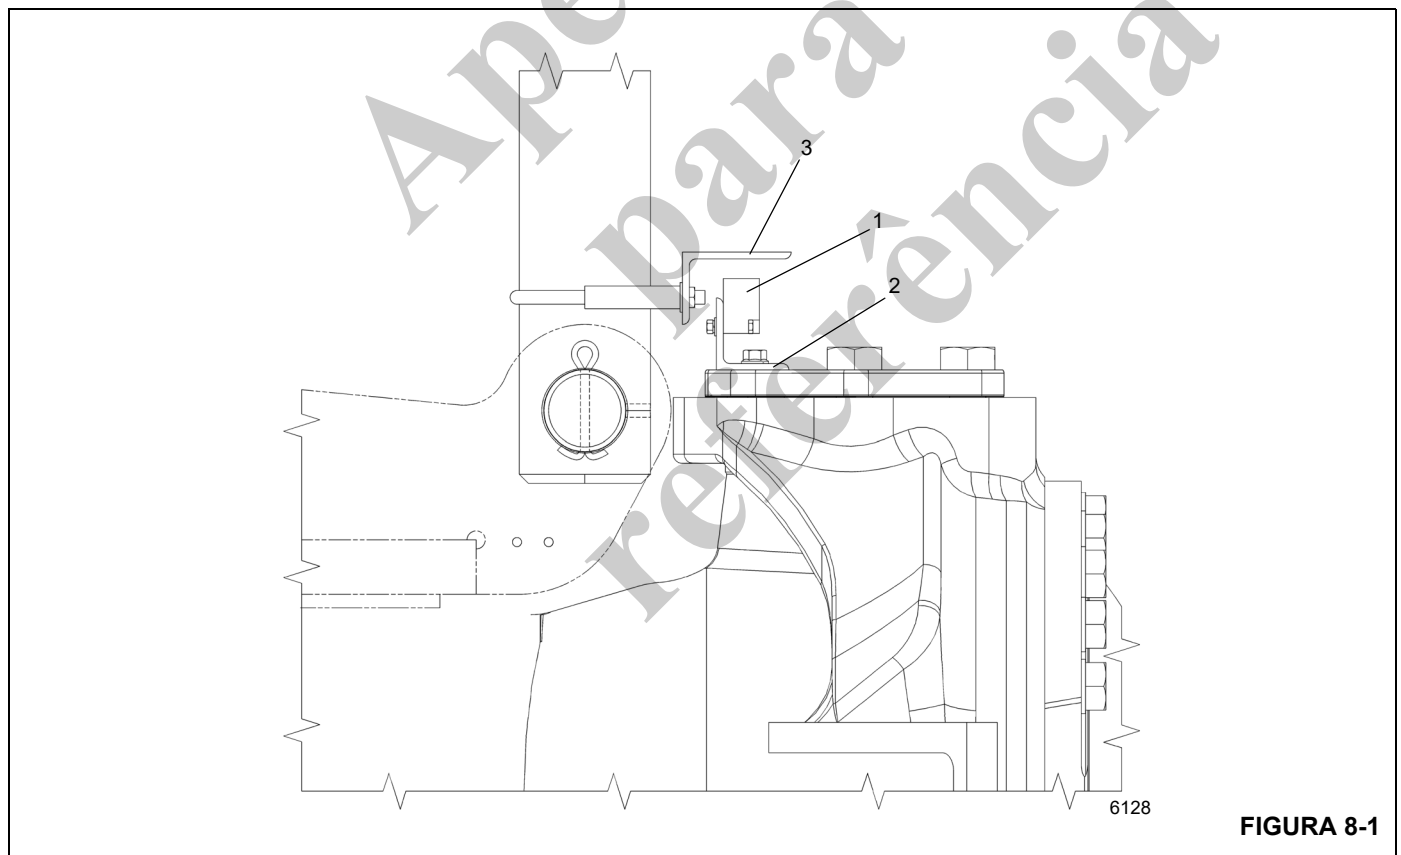

FIGURA 8-1
- NOTA:** Consulte a (Figura 8-1) sobre o ajuste da chave das rodas traseiras não centralizadas.